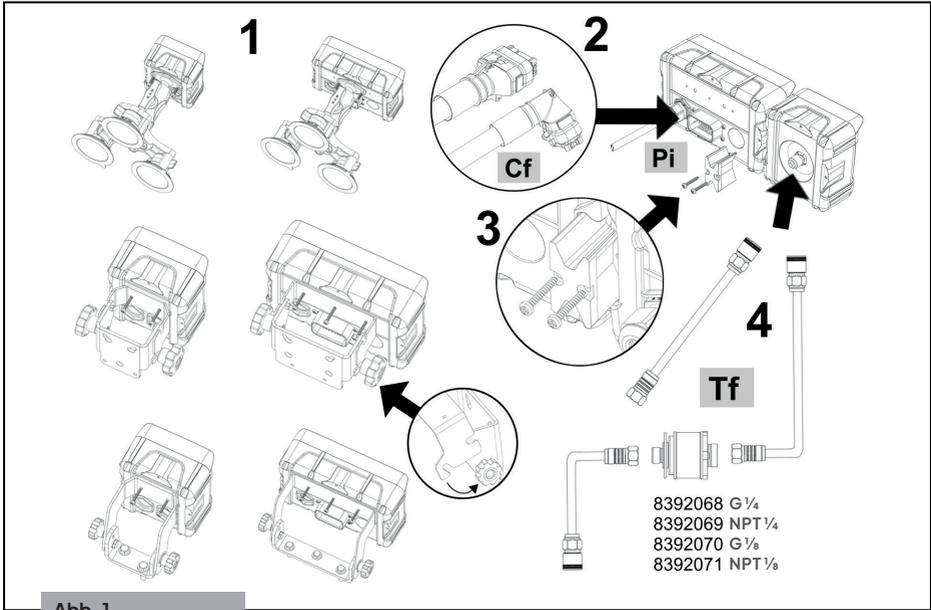

Abb. 1
### Montage der Steuereinheit ( Abb. 1)
Befestigen Sie die Steuereinheit mithilfe der Halterung in der Nähe des Fahrersitzes an einer sichtbaren und geschützten Stelle. Die Bedienelemente müssen leicht zugänglich sein und dürfen die Sicht auf den Fahrersitz nicht beeinträchtigen (1, Abb. 1).
Bei der großen Box verbinden Sie das Abschlusskabel **Cf** mit der Buchse **Pi** (2, Abbildung 1).
**HINWEIS:** Es ist möglich, das Hydraulik- und/oder Manometergehäuse mit den Spritzsteuerungsgehäusen zu kombinieren. Verwenden Sie den Kupplungsriegel für die Verbindung (3, Abbildung 1).
**Anschluss an die optionale Box – Hydraulik und/oder Manometer (Abb. 1)**
- Manometerkasten: Dichten Sie die Gewinde ordnungsgemäß ab und installieren Sie den Druckschlauchsatz vom Kasten zur Kontrollgruppe gemäß den Anweisungen des Herstellers (4, Abbildung 1) ;